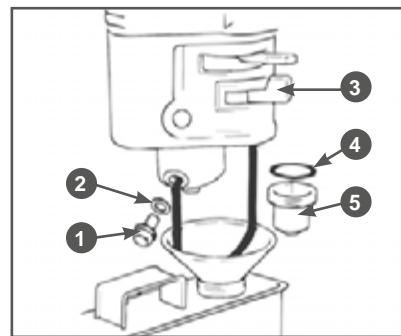

Рис. 19 Обслуживание фильтра-отстойника
1. Установите рычаг топливного крана 3 (Рис. 19) в положение «ЗАКРЫТО».
3. Открутите болт 1 сливного отверстия и спейте топливо из поплавковой камеры карбюратора (Рис. 19).
4. Открутите стакан отстойника 5, вылейте из него топливо в заранее подготовленную емкость (Рис. 19).
- Слейте топливо из топливного бака и карбюратора (Рис.19).